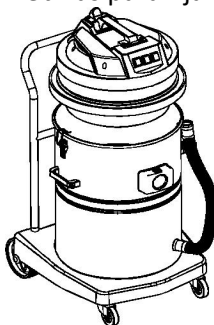

Figura 2
2. Coloque el cabezal de la máquina sobre el cuerpo de la máquina y asegúrese de que el centro del interruptor de encendido en el cabezal de la máquina esté alineado con el centro del conector cuadrado. A continuación, abroche las dos hebillas para fijar el cuerpo de la máquina. (Figura 2).